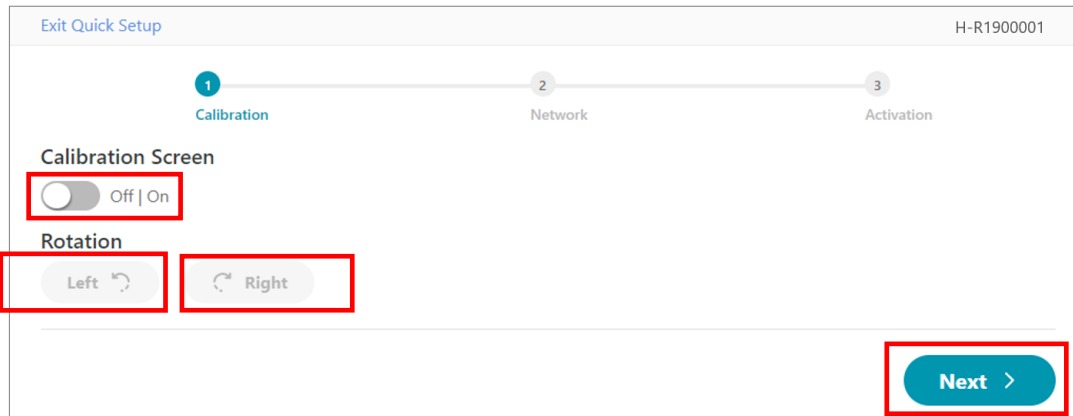

Fig 28. Commutateur d'étalonnage de l'appareil
- a) Réglez le commutateur « Calibration Screen » sur « **On** » (Fig 28). L'image d'étalonnage et le numéro de série du rotor seront affichés sur l'appareil :
7. Cliquez sur **Next** (Fig 28).